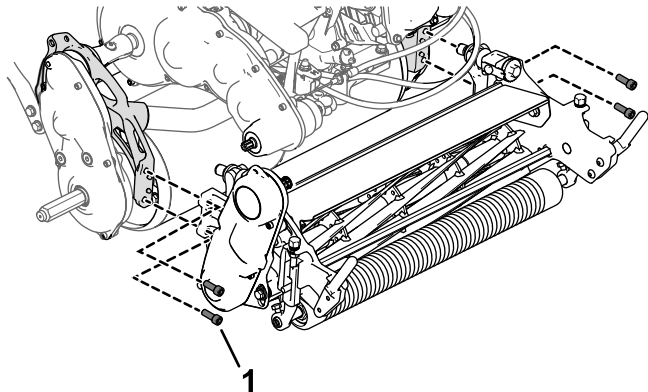

Figure 6
1. Montez l'unité de coupe sur la machine à l'aide de 4 vis à tête creuse (Figure 6).